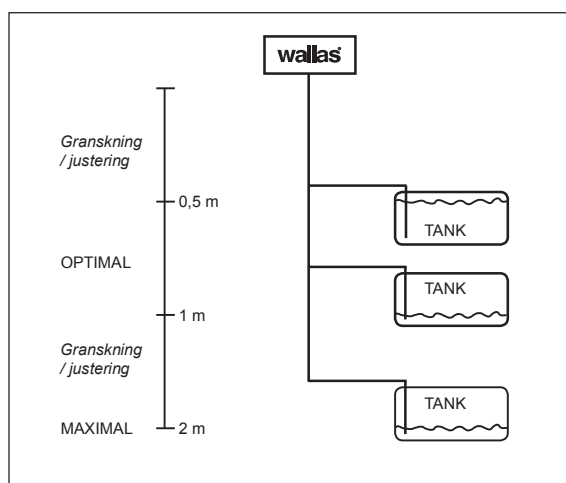

Bild 18. Optimalt läge för bränsletanken
1. Bränsletanken ska alltid placeras under apparatens bas. Bild 18. (Bränslets ytnivå måste befinna sig under apparaten.) Om bränslenivån ligger ovanför basen, måste magnetventilen **30017** installeras omedelbart efter tankgenomföringen.